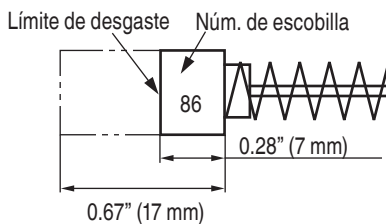

Fig. 10
5. Inspeccionar las escobillas de carbón (Fig. 10)
Utilice las escobillas HITACHI Núm. 86 indicadas en la Fig. 10.